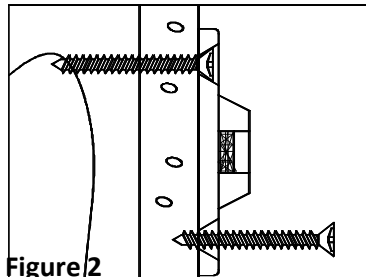
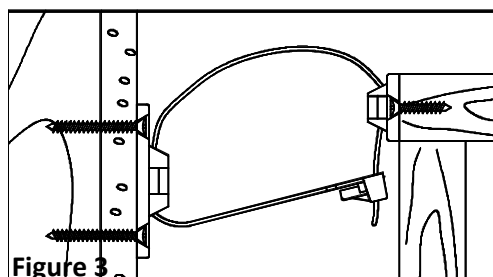

Figure 2
Figure 3
- 3) **MOUNTING THE WALL-SIDE MOUNTING PLATE :** Position the wall-side mounting plate along the selected stud mark so that it will be adjacent the furniture-side mounting plate when the furniture item is moved to its final position. The wall-side mounting plate should be about ONE inch lower than the furniture-side mounting plate (See Figure 3). Use the TWO Long screws to secure the wall-side mounting plate to the wall. Remember to position the wall-side mounting plate vertically so that both screws will engage the selected wall stud (See Figure 2).
- 3) **INSTALLATION DU SUPPORT CÔTÉ MUR :** Placez le support côté mur le long des marques du montant choisi de manière à ce qu'il soit adjacent au support côté meuble lorsque le meuble sera placé à son emplacement final. Le support côté mur devrait être situé 2,5 CM (1 POUCE) plus bas que le support côté meuble (voir la Figure 3). Utilisez les DEUX vis longues pour fixer le support de montage côté mur au mur. Souvenez-vous de placer le support côté mur à la verticale de manière à ce que les deux vis s'enfoncent dans le montant choisi (voir la Figure 2).